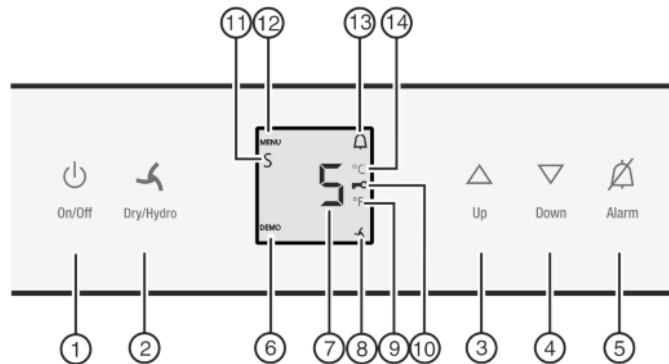

Fig. 2
- ▶ Pulse la tecla On/Off *Fig. 2 (1)*.
- ▶ Activar el modo de ajuste: pulse la tecla Dry/Hydro *Fig. 2 (2)* durante aprox. 5 s.
- ▷ El símbolo de menú *Fig. 2 (12)* se ilumina.
- ▶ Utilice la tecla de ajuste Up *Fig. 2 (3)* la tecla de ajuste Down *Fig. 2 (4)* para seleccionar °.
- ▶ Confirmar: pulse brevemente la tecla Dry/Hydro *Fig. 2 (2)*.
- ▶ Desactivación del modo de ajuste: Pulse la tecla On/Off *Fig. 2 (1)*.
- ▶ Activar el modo de ajuste: pulse la tecla Dry/Hydro *Fig. 2 (2)* durante aprox. 6 s.
- ▶ Pulse brevemente la tecla Dry/Hydro *Fig. 2 (2)* para confirmar.
- ▶ Para activar el bloqueo contra la manipulación por niños, pulse brevemente la tecla Dry/Hydro *Fig. 2 (2)*.
- ▷ El símbolo del bloqueo contra la manipulación por niños *Fig. 2 (10)* se ilumina. En el indicador parpadea **cl**.
- ▶ Para desactivar el bloqueo contra la manipulación por niños, pulse brevemente la tecla Dry/Hydro *Fig. 2 (2)*.
- ▷ El símbolo del bloqueo contra la manipulación por niños *Fig. 2 (10)* se apaga. En el indicador parpadea **cl**.
- ▶ Desactivar el modo de ajuste: pulse la tecla On/Off *Fig. 2 (1)*.
- ▶ Pulse la tecla Alarm *Fig. 2 (5)*.
- ▶ Activar el modo de ajuste: pulse la tecla Dry/Hydro Fig. 2 (2) durante aprox. 5 s.
▷ El símbolo de menú Fig. 2 (12) se enciende.
- ▶ Para activar la función del modo de Sabbath: pulse brevemente la tecla Dry/Hydro Fig. 2 (2).
- ▶ **Para activar** el modo Sabbath, pulse brevemente la tecla Dry/Hydro Fig. 2 (2).
- ▶ **Para desactivar** el modo Sabbath, pulse brevemente la tecla Dry/Hydro Fig. 2 (2).
- ▶ Desactivar el modo de ajuste: pulse la tecla On/Off Fig. 2 (1).
▷ En el indicador de temperatura aparece el símbolo del modo Sabbath Fig. 2 (11) mientras el modo Sabbath esté activo.